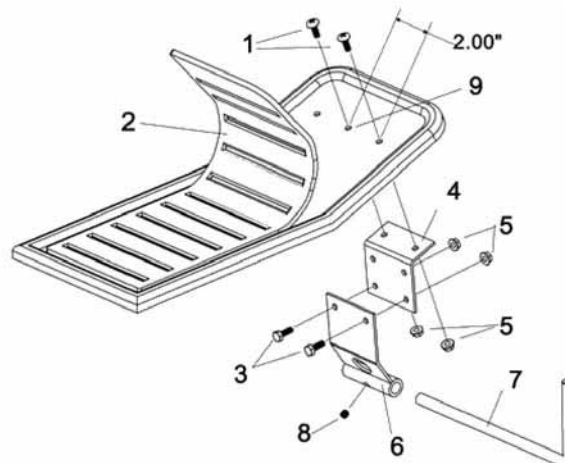
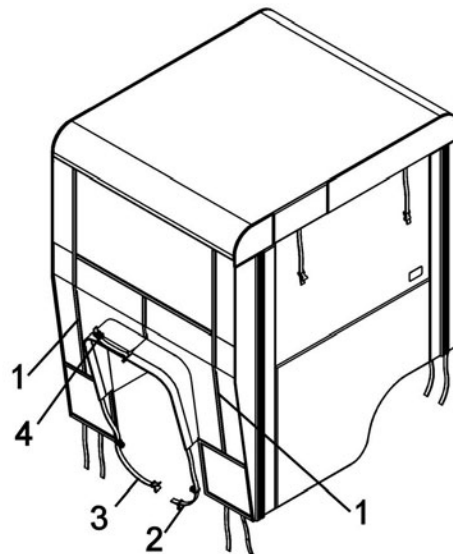

Figure 3
Figure 5
Lorsque l'endroit a été déterminé, percer deux trous 9/32" dans chaque repose-pieds. Si nécessaire, décrocher et lever les lisières de caoutchouc sur les repose-pieds. Installer les plaques d'attache avant (fig.3, item 4) sous les repose-pieds en utilisant deux vis mécanique 1/4 x 3/4" (item 1) et écrou à bride (item 5). Serrer fermement.
Le devant de la cabine à été conçu avec une ouverture qui permet d'accéder sous le capot. Attacher les courroies (fig.5, items 2 & 3) en les passant dans les trous des supports avant (fig.3, item 6). Ajuster les boucles et les attacher ensemble.